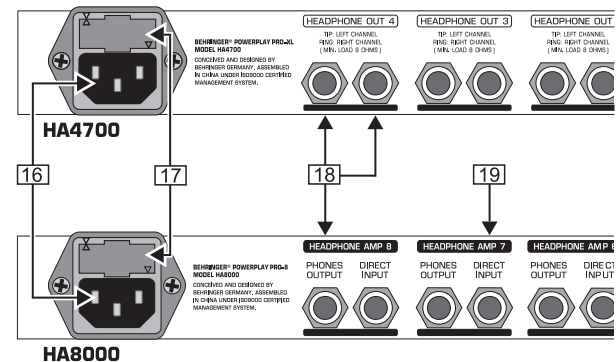

图 2.3: 电源, 保险丝座及耳机输出
① DIRECT IN: 备用立体声信号输入口。对于 HA4700 而言, 通过 DIRECT IN 输入的信号与主信号的优先程度是相同的。而 HA8000 每个通道均设有独立的 DIRECT INPUT (直接输入) (见图 2.3) 从 DIRECT IN 进来的信号使用时主信号会自动被切断。
② MASTER LEVEL: 控制背板上 MAIN INPUT 接口或通过 DIRECT IN 接口输入进来的信号的音量。